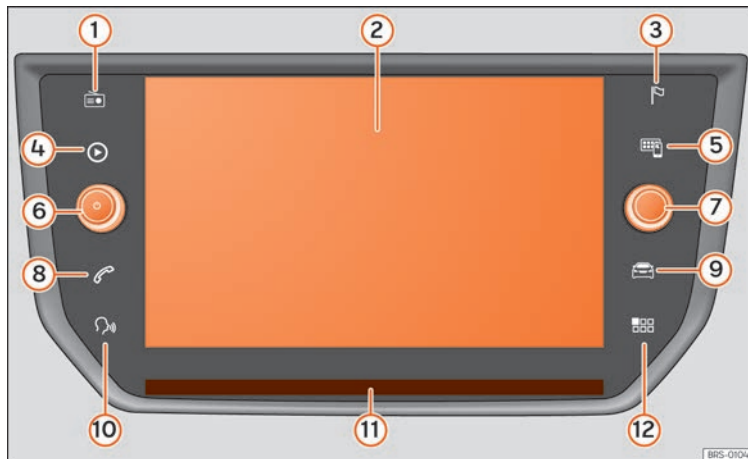

Fig.174 Cuadro general de los mandos (esta configuración depende de la versión).
Las entradas de las listas pueden activarse pulsándolas directamente en la pantalla o con el botón de ajuste » **fig. 173** (10), » **fig. 174** (7).